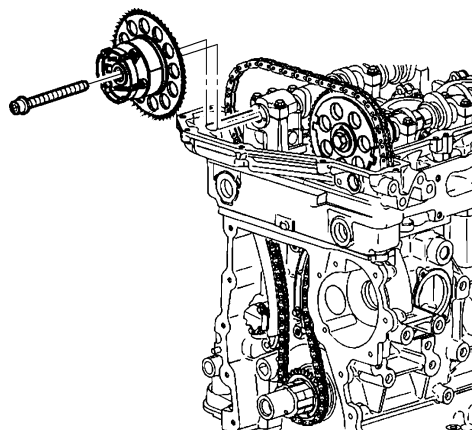

图 17-22 排气凸轮轴位置执行器螺栓
11) 按照图 17-22 所示, 换装新的排气凸轮轴位置执行器螺栓, 将螺栓紧固至 $25\text{N} \cdot \text{m}$, 然后再将螺栓拧紧 135° 。